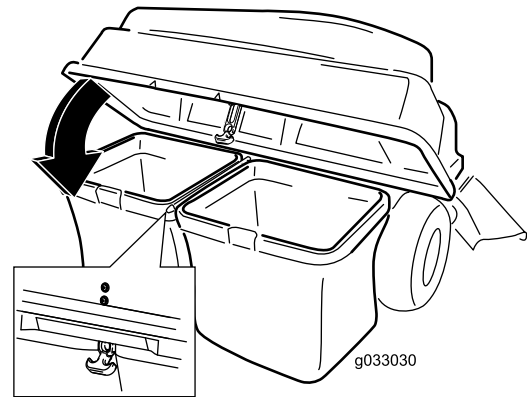

Bild 18
5. Senken Sie die Abdeckung des Heckfangsystems auf die Körbe ab (Bild 18).